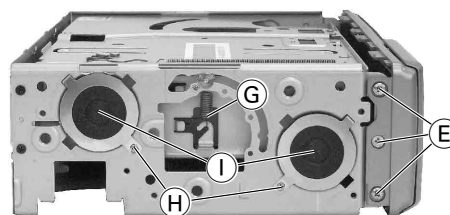

Fig. 5
- 6 Schrauben (E) (Fig. 5 und 6) heraus-schrauben und Frontblende abnehmen.
- 2 Federn (G) aushängen (Fig. 5 und 6).
- 4 Schrauben (H) (Fig. 5 und 6) heraus-schrauben und die 4 Dämpfer (I) (Fig. 5 und 6) abnehmen.
- Undo 6 screws (E) (Fig. 5 and 6) and take off the front panel.
- Unhinge 2 springs (G) (Fig. 5 and 6).
- Undo 4 screws (H) (Fig. 5 and 6) and remove the 4 dampers (I) (Fig. 5 and 6).